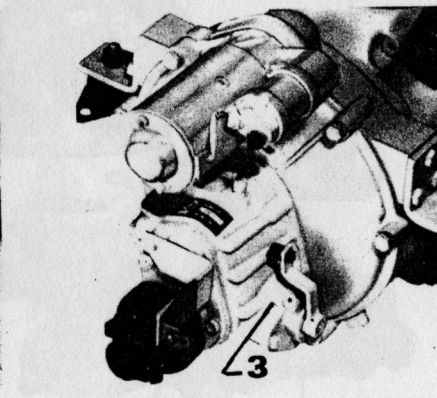

Fig. A 5
2.3. INVERSEUR (fig. A 5)
2.3. REVERSING GEAR (fig. A 5)